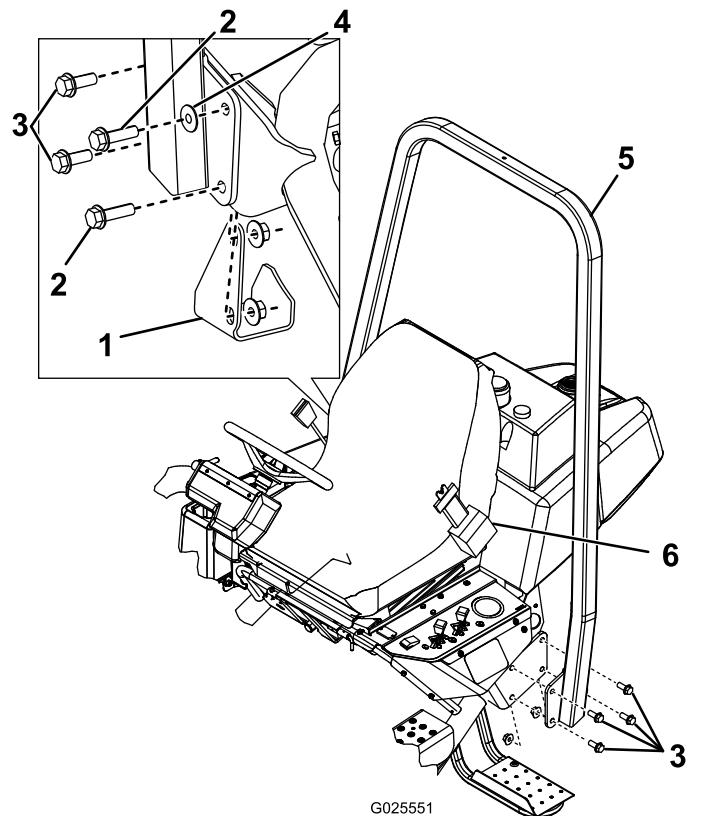

Figura 6
- Abbassate il telaio del sistema ROPS (Figura 6) sulle staffe di montaggio, allineando i fori di montaggio.
- Fissate il lato sinistro del roll bar alla staffa di montaggio con 4 bulloni ( $\frac{1}{2}$ " x  $1\frac{1}{2}$ " e dadi di bloccaggio (Figura 6). Serrate i fermi a un valore compreso tra 91 e 115 N·m.
- Fissate il lato destro del roll bar e il tampone di sollevamento rimosso in precedenza sulla staffa di montaggio con 2 bulloni ( $\frac{1}{2}$ " x  $1\frac{1}{2}$ "), 2 bulloni ( $\frac{1}{2}$ " x  $1\frac{3}{4}$ "), una rondella e dadi di bloccaggio come illustrato in Figura 6. Serrate i fermi a un valore compreso tra 91 e 115 N·m.
**Importante:** Assicuratevi di montare la rondella nella posizione corretta, come illustrato in Figura 6.